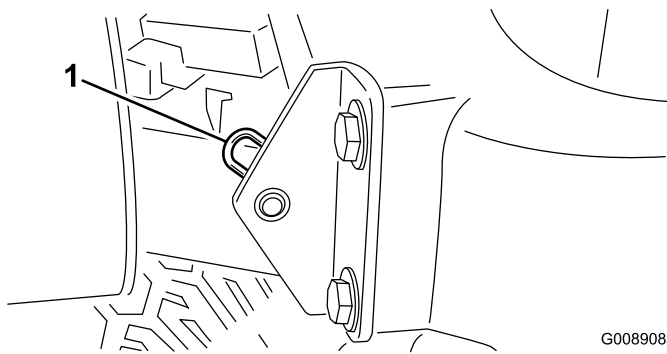

Bild 46
- 2. Entfernen Sie den Splint, mit dem das Gelenk der Motorhaube an den Befestigungshalterungen befestigt ist (Bild 46).